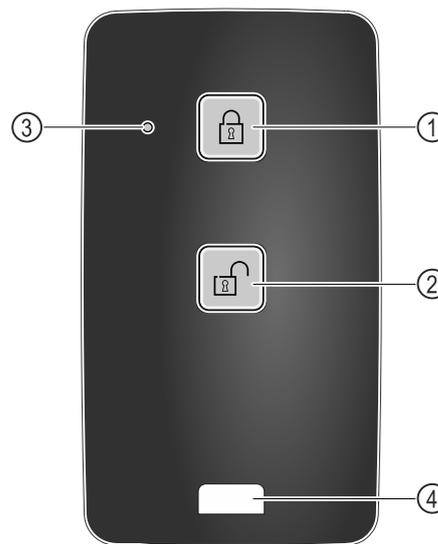

Fig. 139
- ▶ Pulsar el botón Fig. 139 (1) del mando a distancia.
- ▶ Pulsar el botón Fig. 139 (2) del mando a distancia.
- ▶ El LED de estado Fig. 139 (3) emite una señal visual al pulsarse el botón.
- ▶ Anilla Fig. 139 (4) para la fijación del mando a distancia, p. ej., en un llavero.